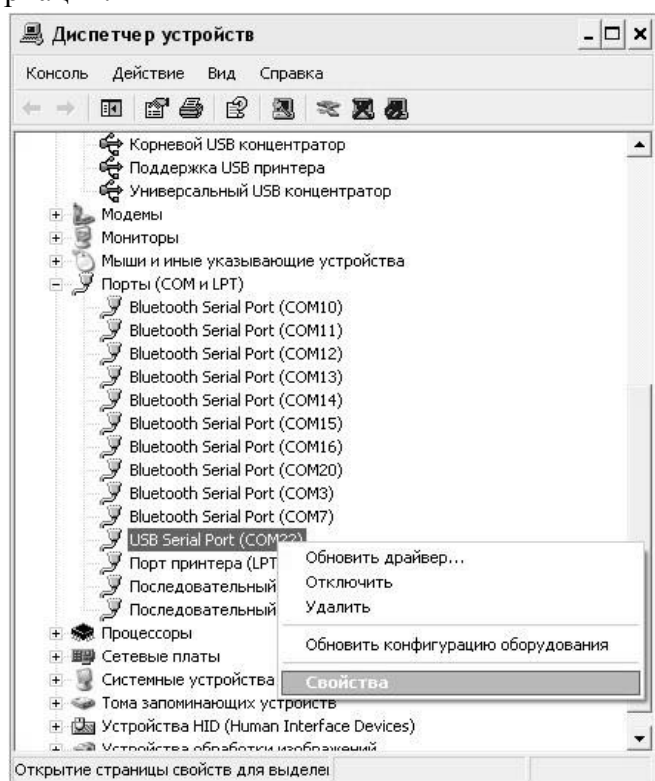
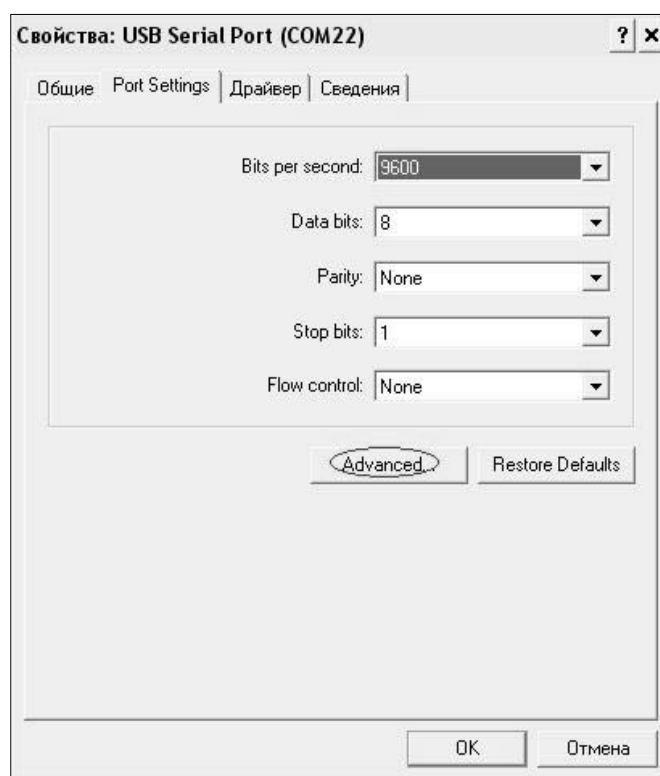

Рисунок 2.6 – Окно диспетчера устройств
Рисунок 2.7 – Окно свойств USB-порта
- найти строку «USB Serial Port (COM№)», в скобках указан номер COM-порта, если номер в скобках «1» настройка завершена - ничего менять не нужно, если номер не «1» необходимо вызвать окно свойств «USB Serial Port (COM №)» (правой клавишей мыши щелкнуть по строке USB Serial Port (COM №) и выбрать пункт меню «Свойства») (рисунок 2.6), перейти на вкладку «Параметры Окна», нажать кнопку «Дополнительно» (рисунок 2.7) и в выпадающем